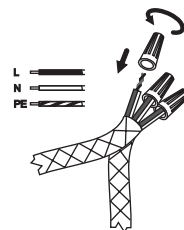

Рис.4
- 4.12. Соединить провода ЭПС с проводом из стены с помощью изолирующих колпачков (входят в комплект поставки) и скрутить их (рис. 4).